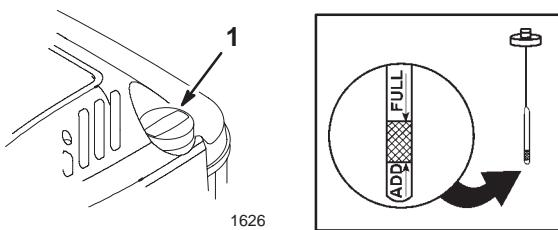

Figure 5
- Nettoyer tout autour du bouchon de jauge (Fig. 5).
- Voir le niveau d'huile indiqué par la jauge (Fig. 5).